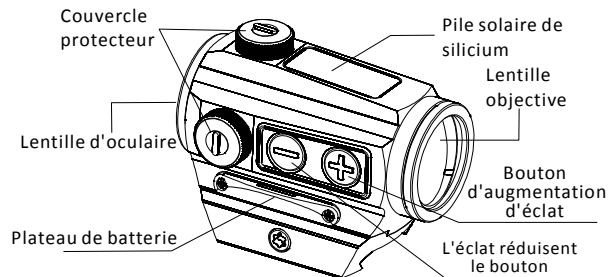

Fig1 PARALOW HS503C Viseur de point de cercle
- D'abord ouvrez le chapeau protecteur (voir le Fig1), placez le type tournevis de fente de la vis encochée, puis tournez la vis pour redresser ou gauche pour l'ajustement. Chacun gauche ou droit - le clic est pour un ajustement équivalent à la valeur 0.5MOA.